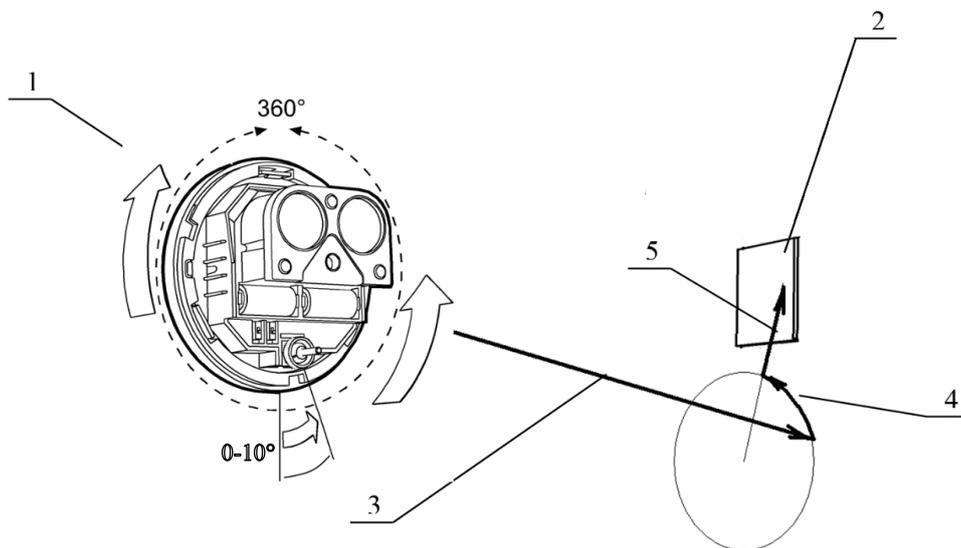

Рис. 3
6.2. Для включения лазерного модуля необходимо перевести переключатель "LASER" (10 рис. 1) в положение ON. Процесс настройки сводится к совмещению пятна луча лазерного модуля с отражателями (см. рисунок 3). Для этого необходимо механизм юстировки оптической системы по углу поворота (7 рис. 1) максимально приблизить пятно от лазерного модуля к отражателю, затем ручкой юстировки оптической системы по углу наклона (6 рис. 1) совместить пятно с отражателем. Диаметр пятна ИК-луча извещателя на расстоянии 40 м от извещателя составляет примерно 1.2 метра, поэтому нет необходимости точно совмещать центр пятна луча лазерного модуля с центром отражателей. Достаточно, чтобы пятно луча лазерного модуля лежало в области отражателей.